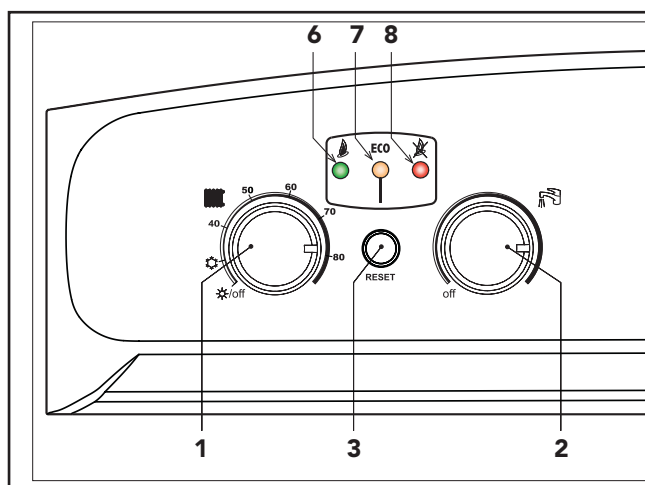

fig. 1
În timpul funcționării în condiții normale, controlul de diagnosticare al centralei trimite informații legate de starea centralei prin intermediul ecranului (fig.1).
Rotiți la minim ambele butoane (ref. 1 și 2 fig. 1).
Pentru stabilirea temperaturii din turul instalației rotiți butonul corespunzător (ref. 1 - fig. 1).
Pentru a stabili temperatura apei menajere rotiți butonul corespunzător (ref. 2 - fig. 1).
Centrala este blocată	Verificați dacă robinetul de gaz montat în partea superioară a centralei și cel de pe contor sunt deschise. Apăsăți tasta Multifuncțională (pentru 1 secundă) (fig.1). În caz de blocări repetate ale centralei, contactați cel mai apropiat centru de asistență.